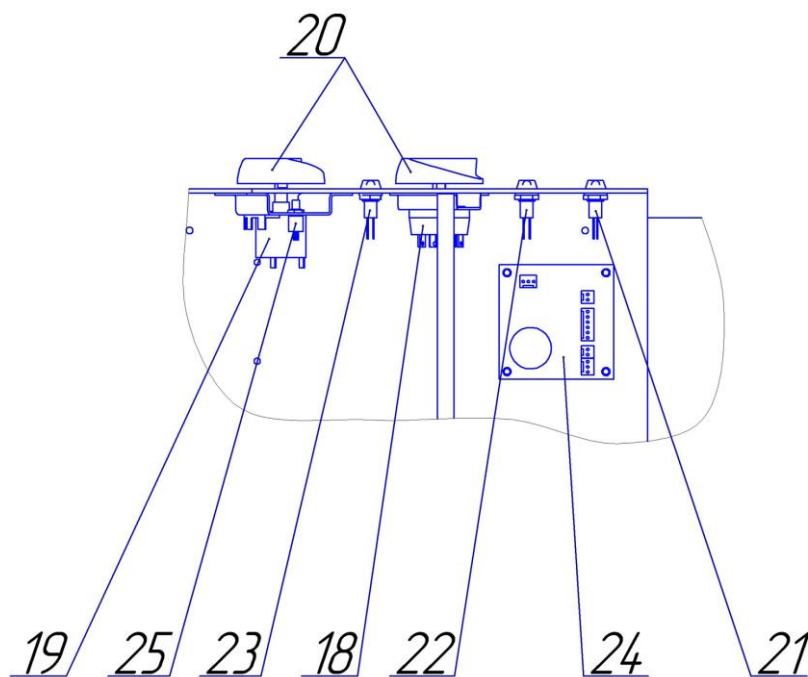

Рис. 2.
На кронштейне управления (5) (рис. 2) установлены: переключатель режимов (18) для выбора режима работы прибора, регулятор температуры (19) для включения – выключения прибора и задания температуры теплоносителя. **Если в состав прибора входит выносной блок управления БУВ-01Р, то устанавливается плата адаптера (24), к которой подключается кабель соединяющий прибор и БУВ-01Р.**
5.1. Органы управления и индикации отопительного прибора расположены на кронштейне управления (5) (рис. 2) и состоят из переключателя режимов (18), регулятора температуры (19) и трех светодиодных индикаторов (21, 22, 23).